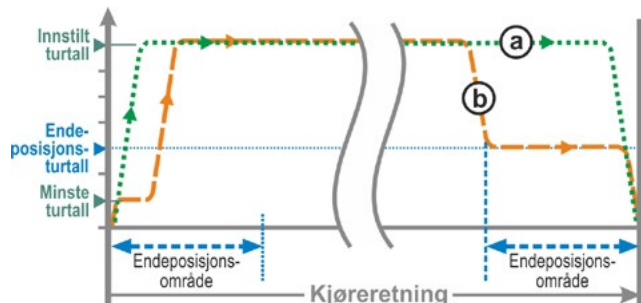

Fig. 3: Endeposisjonsturtall, "Hurtigstart/-stopp"
- Ved **veivhengig** utkobling blir turtallet redusert kort før endeposisjonen, slik at aktuatoren kommer til stillstand, uten å kjøre over endeposisjon, se fig. 3. Kurve **a**.